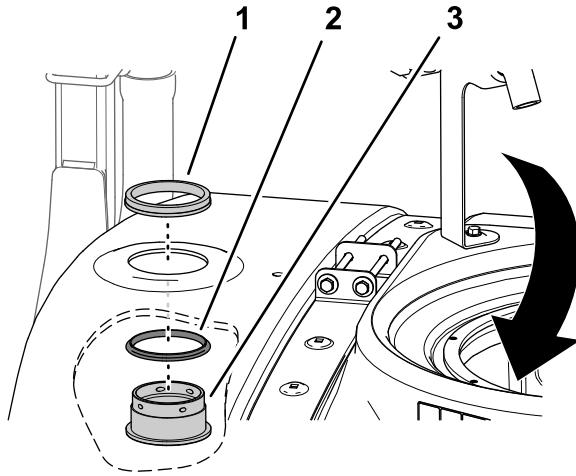

Bild 27
1. Setzen Sie die Dichtung auf das Schottanschlussstück (Bild 27).
2. Setzen Sie das Schottanschlussstück und die Dichtung von der Innenseite des Behälters durch das Loch ein, das Sie in Bohren des Behälters \(Seite 15\) erstellt haben (Bild 27).
3. Befestigen Sie das Schott mit dem Arretierring am Behälter (Bild 27).